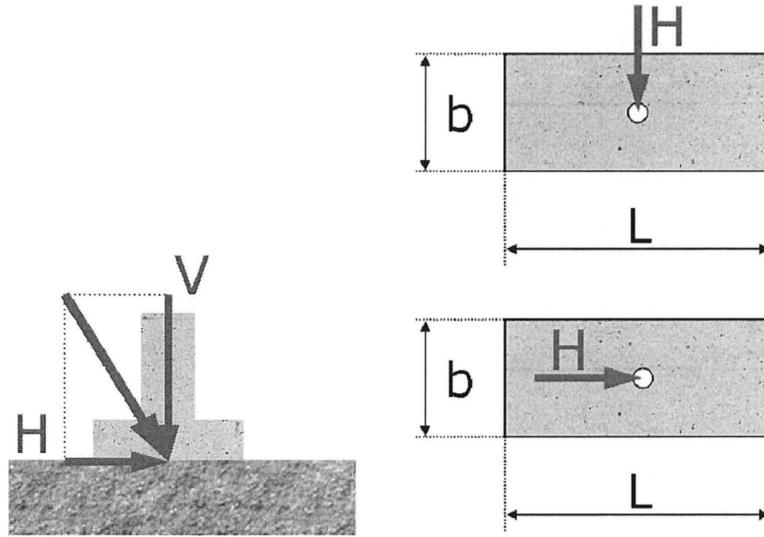

Figure 3: Deux cas d'inclinaison de charge horizontale
**Cas 1:**  $H$  est la composante horizontale de la charge agissant dans la direction parallèle à la largeur  $b'$  de la fondation (cf figure 3)
**Cas 2:**  $H$  agit dans la direction parallèle à la longueur  $L'$  de la fondation (cf figure 3)